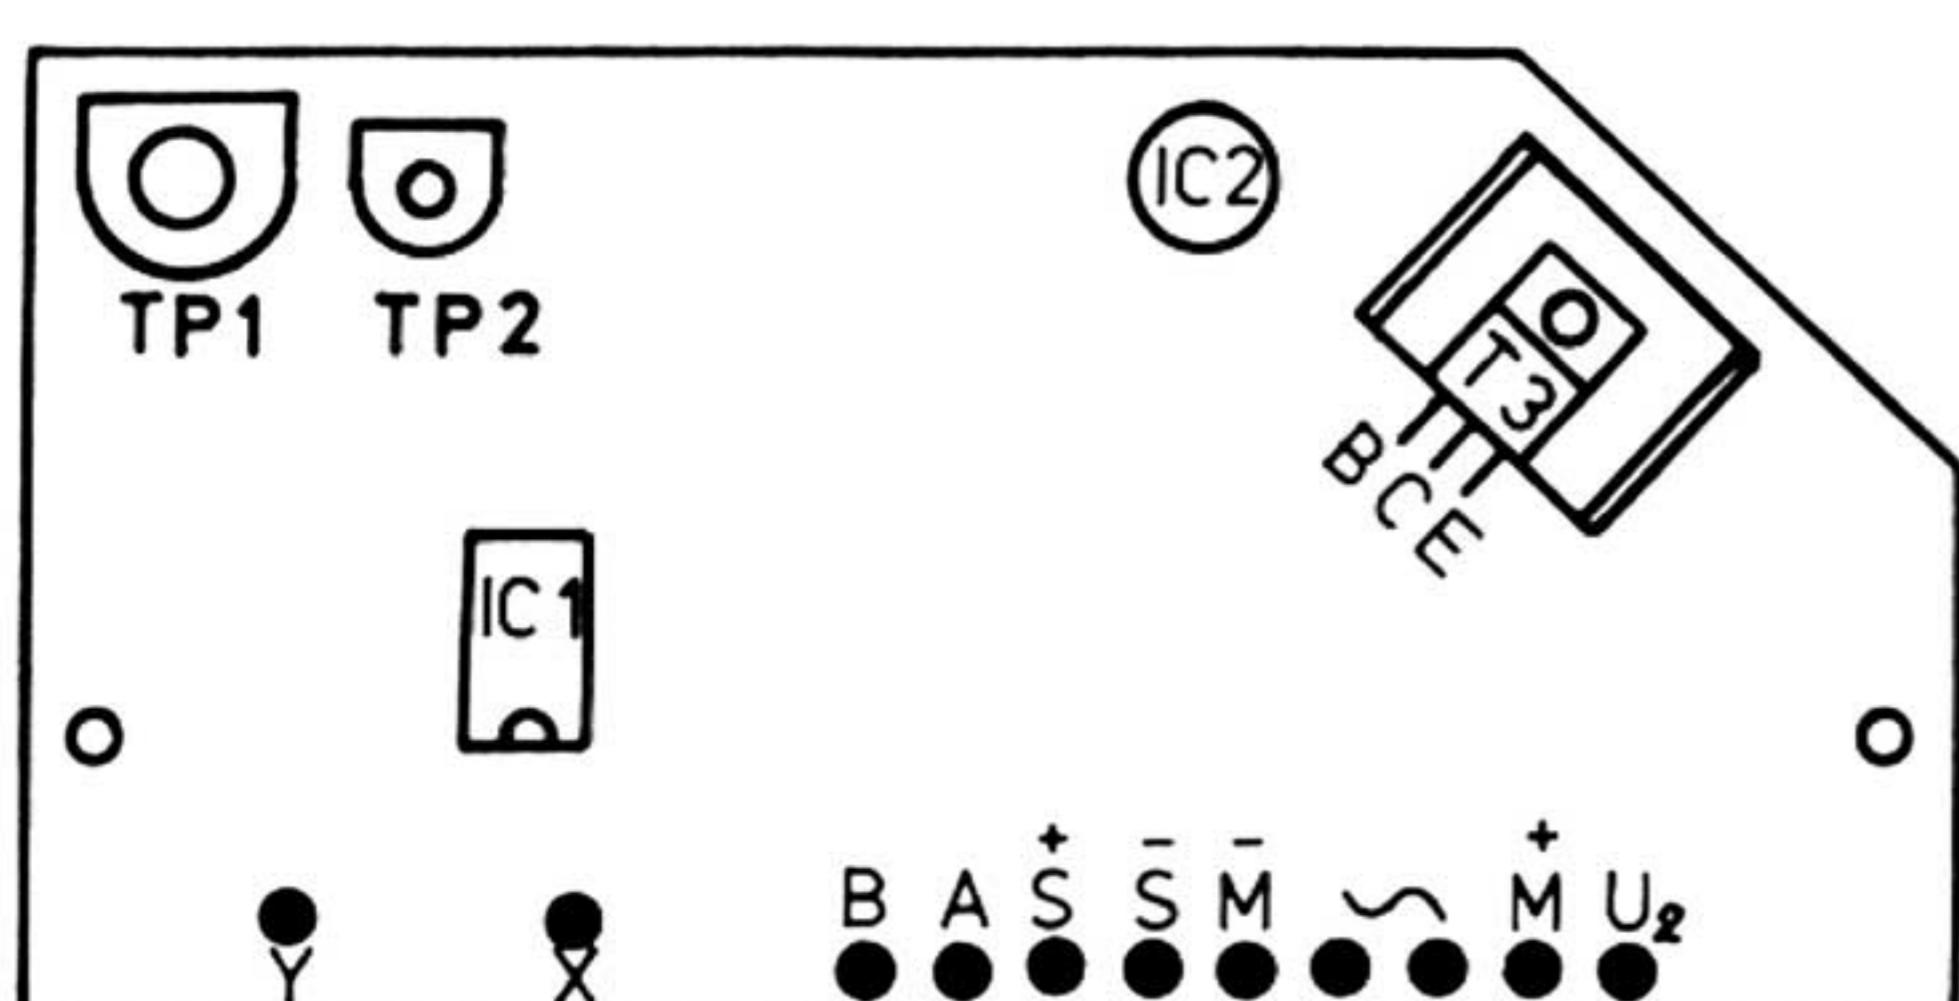

Fig. 2
Dans le cas A, l'appareil s'arrête aussitôt; dans le cas B, l'appareil **ne s'arrête pas**. Dans le cas A, régler, par en dessous, le potentiomètre ajustable TP 1 (fig. 2) en faisant tourner lentement le curseur entre 90° et 120°, dans la direction anti-horlogère, jusqu'à ce que l'arrêt automatique fonctionne.
Dans le cas A ajuster TP 1 (fig. 2) par en dessous entre 90 et 120°, dans la direction horlogère. Enclencher le moteur, puis ajuster TP 1 en tournant doucement son curseur vers la gauche jusqu'à ce que le moteur s'arrête.
c) Nouveau réglage: raccorder le voltmètre, le moins à M— et le plus au point X du circuit imprimé (vitesse de rotation $33\frac{1}{3}$ t/min). Placer l'aiguille au départ de la plage au pas de 1,6 mm (disque Lenco 722 côté A). Si l'arrêt automatique fonctionne après quelques tours, régler TP 2 (fig. 2) dans la direction anti-horlogère et répéter le processus. Le bras parcourt maintenant toute la largeur de la plage. Observer aussi l'aiguille du voltmètre et retenir la valeur de la tension la plus élevée qu'elle indiquera (environ 0,8 à 2,2 volts). Raccorder ensuite le voltmètre dans le sens suivant: Passer du point X au point Y (fig. 2), enclencher l'appareil, le bras de lecture étant sur son support. Réglér maintenant TP 2 (fig. 2) de manière à obtenir une tension supérieure de 0,5 V à celle que l'on avait lue lors du raccordement du voltmètre au point X; soit environ 1,3 à 2,7 volts. Procéder à nouveau à un essai, suivant a et b.
Toutes ces tensions seront mesurées par rapport au point M (fig. 2) à l'aide d'un voltmètre dont la résistance d'entrée devra être de plus de 1 M ohm par volt.